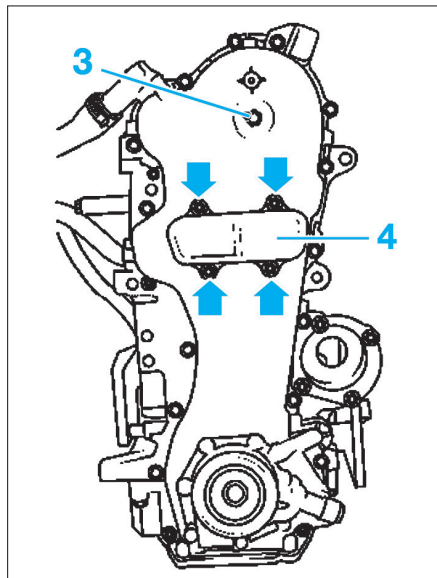
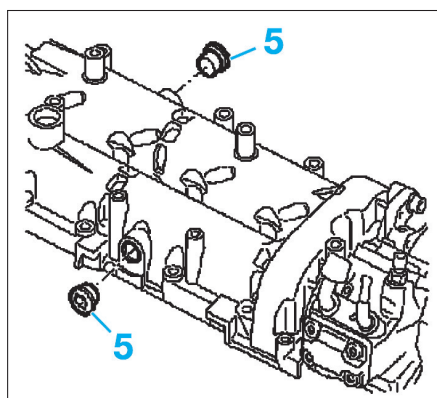

FIG. 65
FIG. 66
- le bouchon (3) (Fig.65),
- le couvercle (4) d'accès au tendeur de chaîne de distribution,
- les 2 bouchons du carter d'arbre à cames (5) (Fig.66).